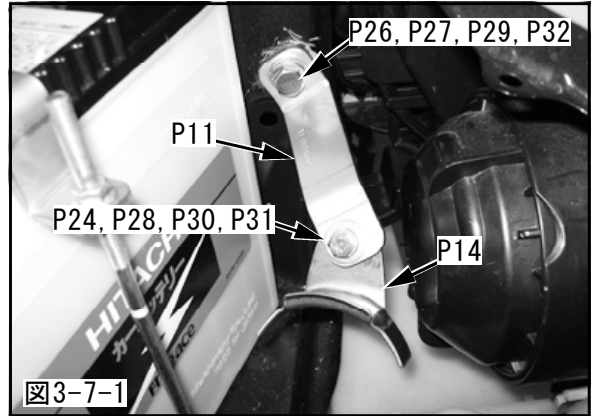

図3-7-1
(1) インレットパイプステーNo.2, パワーフローステーφ60用を車両へ仮付けしてください。(図3-7-1)